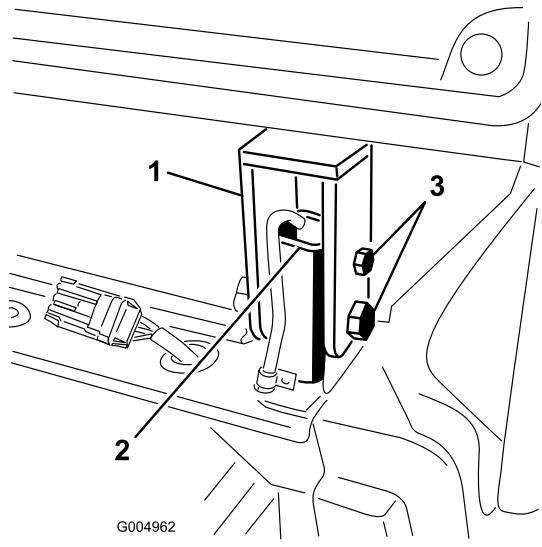

**Figure 114**
37. Sur les point de montage arrière, fixez la cabine à la machine au moyen d'un boulon (1/2 x 3 po), d'une rondelle d'acier (1/2 x 2-1/2 po), d'une rondelle de caoutchouc (1/2 x 2-1/2 po) et d'un écrou (1/2 po) (Figure 114).